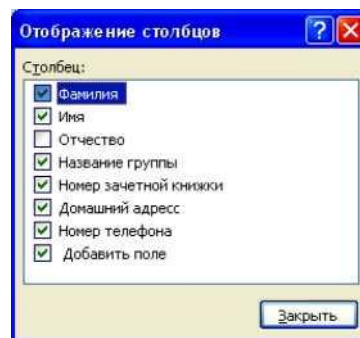

Рис. 2.8. Диалоговое окно **Отображение столбцов**
2. В окне **Отобразить столбцы** установить флажки соответствующих полей для отображения столбцов или снять флажки для того, чтобы их скрыть (рис. 2.8). Отобразить столбец можно также, установив указатель мыши на левую границу столбца, следующего за скрытым, и переместив ее вправо.